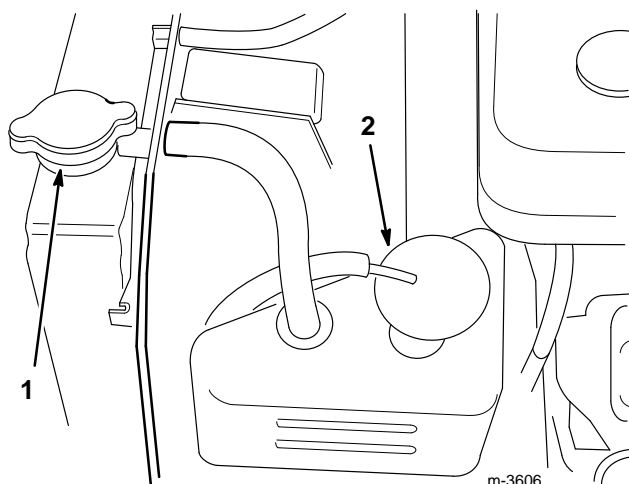

Abbildung 29
2. Den Kühlerdeckel und den Reservetankdeckel abnehmen (Abb. 29).